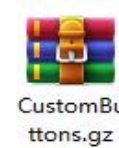

Bild 2: benutzerdefiniertes Tastenpaket
1. Die Software unterstützt Benutzer beim Hinzufügen von benutzerdefinierten Schaltflächen. Sie können der Software entsprechend Ihrer Nutzung benutzerdefinierte Schaltflächen hinzufügen. Wir empfehlen die offiziellen Custom Buttons von LaserGRBL. Downloadadresse für benutzerdefinierte Schaltflächen: <http://lasergbrl.com/usage/custom-buttons/>, Die heruntergeladene benutzerdefinierte Schaltfläche wird wie in der Abbildung gezeigt angezeigt: (Bild 2)